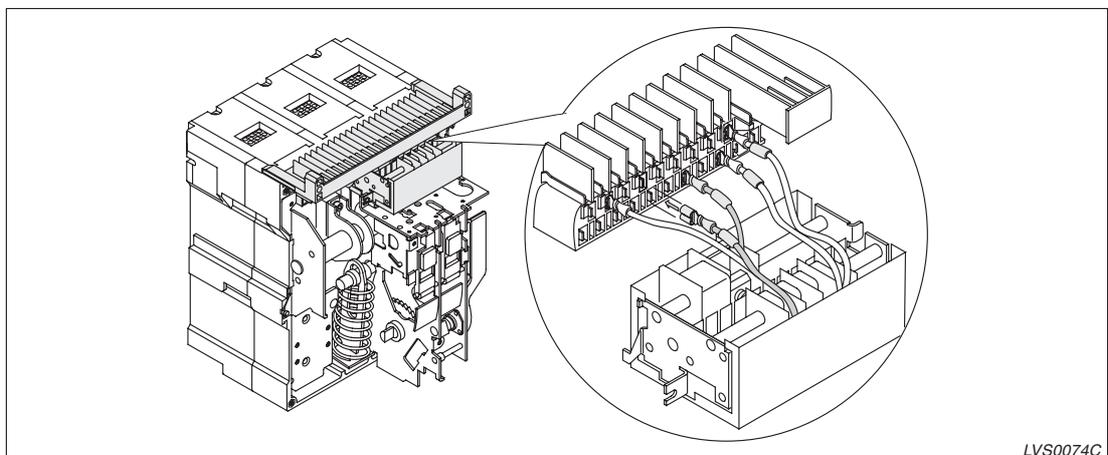

Abb. 4-6: Anschließen des Hilfsschalters AX
- ③ Befestigen Sie den AX mit der zugehörigen Montageschraube (M4).
- ④ Achten Sie darauf, dass beim Anschließen des AX die Kabelbezeichnung mit der Klemmenbezeichnung übereinstimmt. Achten Sie auf eine feste Verbindung der Flachstecker (siehe auch Abb. 4-6).